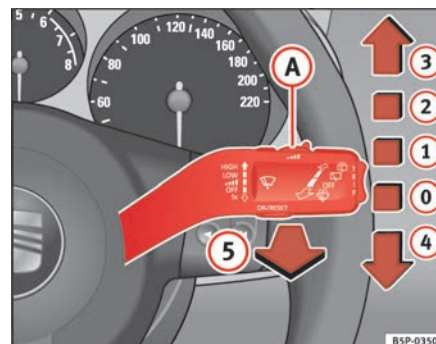

Fig. 85 Leva dei tergi-lavacrystalli
Posizioni della leva dei tergicristalli ⇒ fig. 85:
- Se, quando è attivo il livello di tergiture ⇒ pag. 125, fig. 85 ② oppure il livello ③, ci si ferma, la velocità di movimento dei tergicristalli passa automaticamente al livello immediatamente inferiore. Non appena si riparte, i tergicristalli tornano a funzionare secondo la posizione selezionata originariamente.